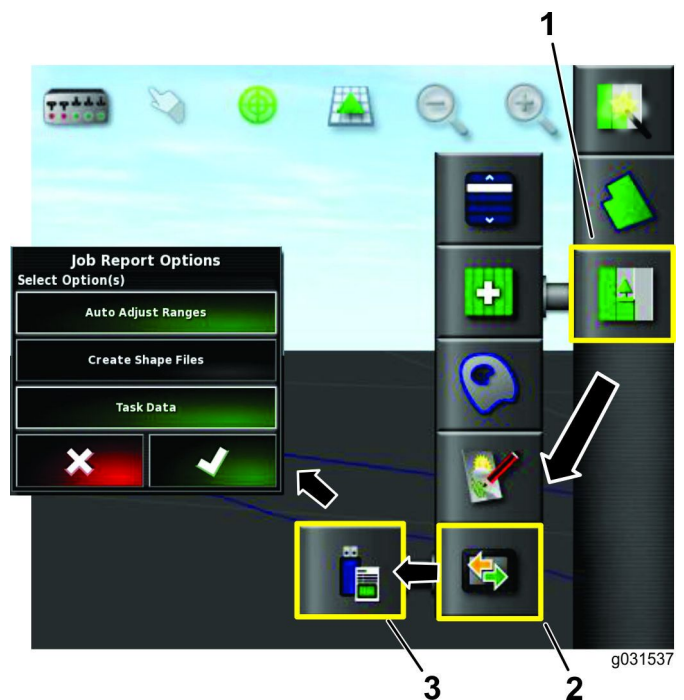

Figura 89
3. Pressione o ícone do Menu de trabalho (Figura 89).
4. Pressione o ícone de Troca de dados (Figura 89).
5. Selecione o ícone de Exportar o relatório de trabalho para USB (Figura 89).